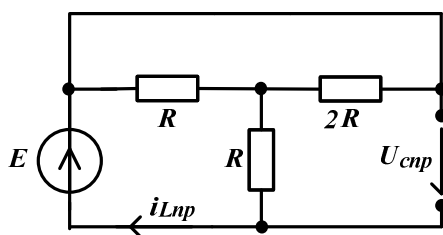

Рисунок 2. Схема для определения принужденной составляющей
2) $i_{L\text{пр}} = i_L(\infty); U_{C\text{пр}} = U_C(\infty)$ (см. рис. 2) определяем принуждённую составляющую в схеме после коммутации (индуктивность заменяется на короткую, емкость-разрыв):